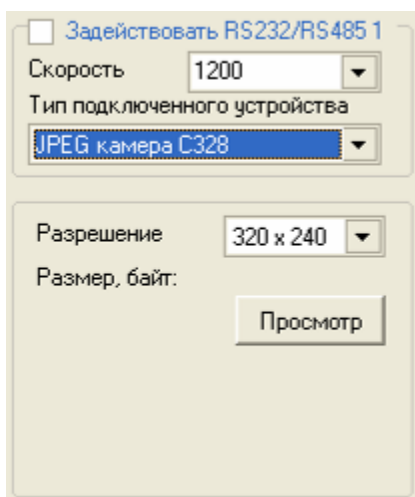

Рисунок 4.15
- «**JPEG камера C328**». К прибору подключена внешняя JPEG камера C328 или другая, совместимая по протоколу камера. В поле «**Разрешение**» выбирается разрешение изображения, с которым оно будет сохраняться на внешний носитель (рисунок 4.15).